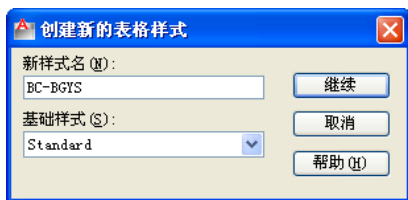
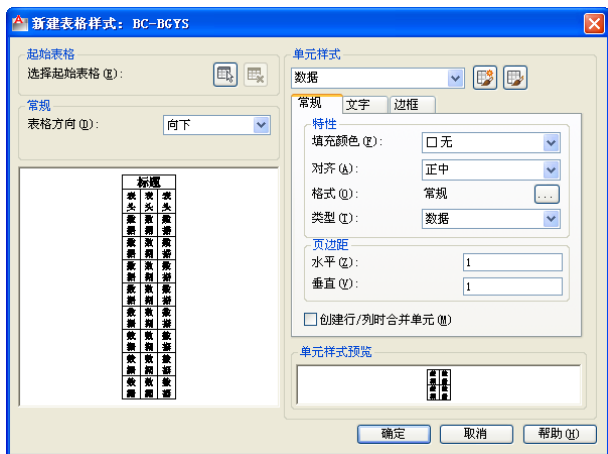

图 7-23 “创建新的表格样式”对话框
图 7-24 “新建表格样式”对话框
(1) 在菜单栏中选择“格式”→“表格样式”命令，或者在功能区“常用”选项卡的“注释”面板中单击“表格样式”按钮，打开“表格样式”对话框。
(2) 默认的表格样式为“Standard”。单击“表格样式”对话框中的“新建”按钮，打开“创建新的表格样式”对话框。
(3) 在“创建新的表格样式”对话框中的“基础样式”列表框中选择一种表格样式作为新表格样式的基础样式，并指定新样式名，如图 7-23 所示。
(4) 单击“创建新的表格样式”对话框中的“继续”按钮。
(5) 打开如图 7-24 所示的“新建表格样式：BC-BGYS”对话框。利用该对话框，分别